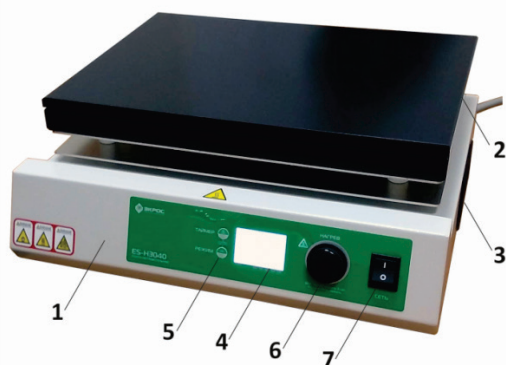

Рисунок 1
- 6.1. Плита (Рисунок 1) состоит из корпуса 1 и нагревательной платформы 2. На боковых стенках корпуса установлены ручки для переноски 3. В передней части корпуса расположена панель управления контроллером с жидкокристаллическим индикатором 4, кнопками 5, энкодером 6 и сетевым выключателем 7. На задней панели находится сетевой кабель. В модели ES-H3040 на задней панели также расположен держатель предохранителя. В остальных моделях на правой боковой стенке корпуса установлено устройство защитного отключения (УЗО). Плита стоит на 4-х резиновых ножках.